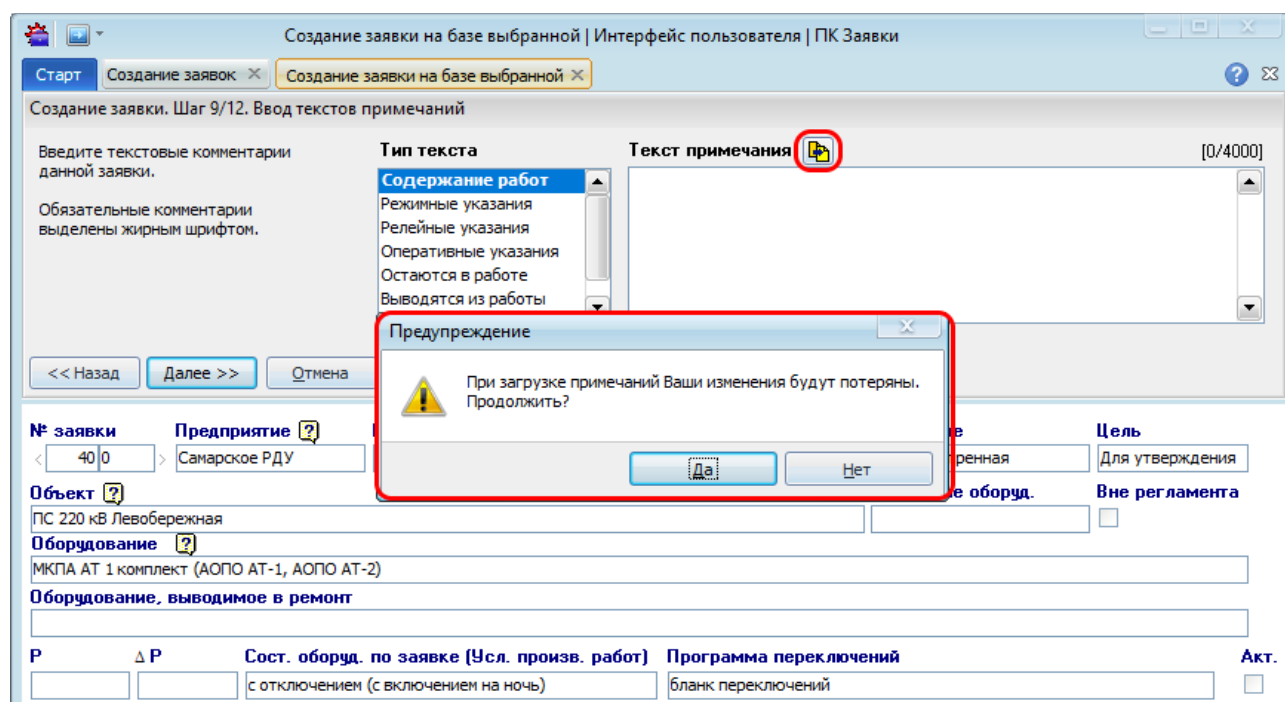

Рисунок 10.44 – Копирование текстовых примечаний из выбранной заявки
- Только созданные на своем предприятии текстовые примечания копируются по умолчанию из существующей заявки. Если необходимо скопировать все существующие примечания из выбранной заявки, то в мастере создания на **шаге 9/12 «Ввод текстов примечаний»** необходимо нажать на кнопку «» и в окне предупреждения нажать на кнопку «Да» (Рисунок 10.44). При этом все примечания оформляются от текущего предприятия. Данная кнопка доступна в мастере создания только при создании заявки на базе выбранной.